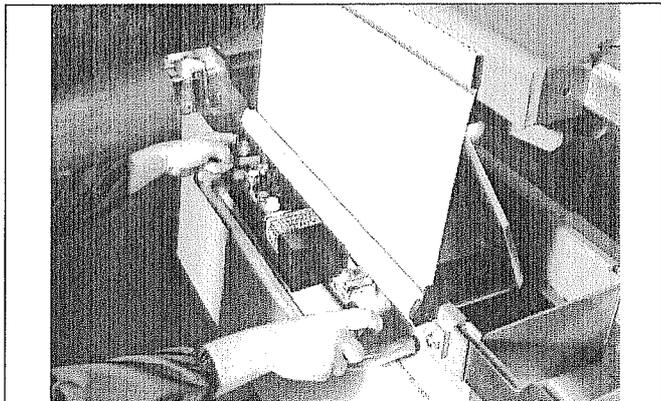
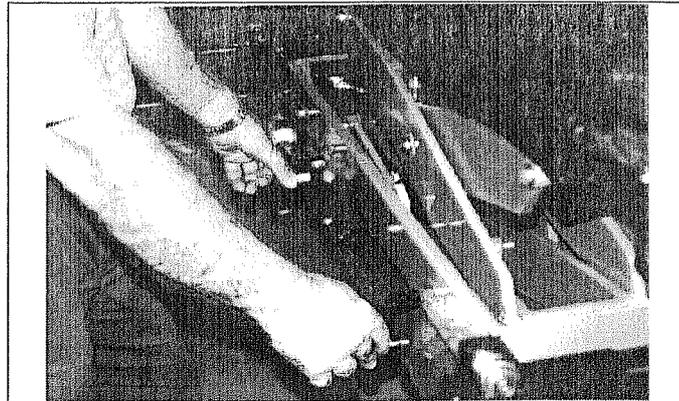

Рис. 29.
Рис. 30.
**ПРЕДУПРЕЖДЕНИЕ:** никогда не оставляйте насос под давлением: нагрузка от массы поднятого автомобиля должна прилагаться к рычагу безопасности, а не к насосу. По окончании ремонтных работ, включите насос, чтобы отключить предохранительные устройства. Затем, одной рукой, выведите из зацепления рычаг безопасности, а другой рукой, откройте и держите открытым клапан стравливания давления, пока не закончится цикл опускания траверсы (Рис. 29 для модели 543; Рис. 30 для модели 543А).